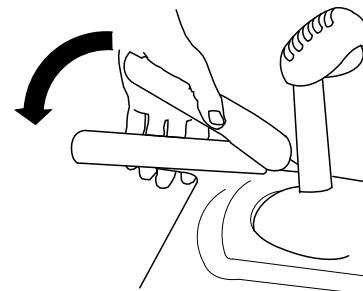

Figura 4
3. Apăsăți maneta din stânga (maneta de traciune) către mâner (Figura 4).
6. Apăsai maneta din stânga (maneta de traciune) către mâner (Figura 4).